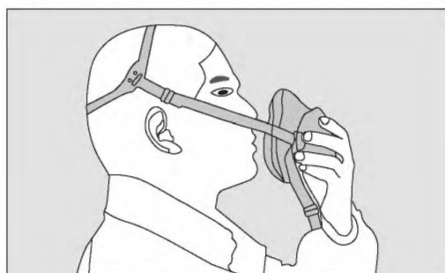

Рис. 1
- 1) Надеть верхнюю головную ленту на голову (как показано на рис. 1) .